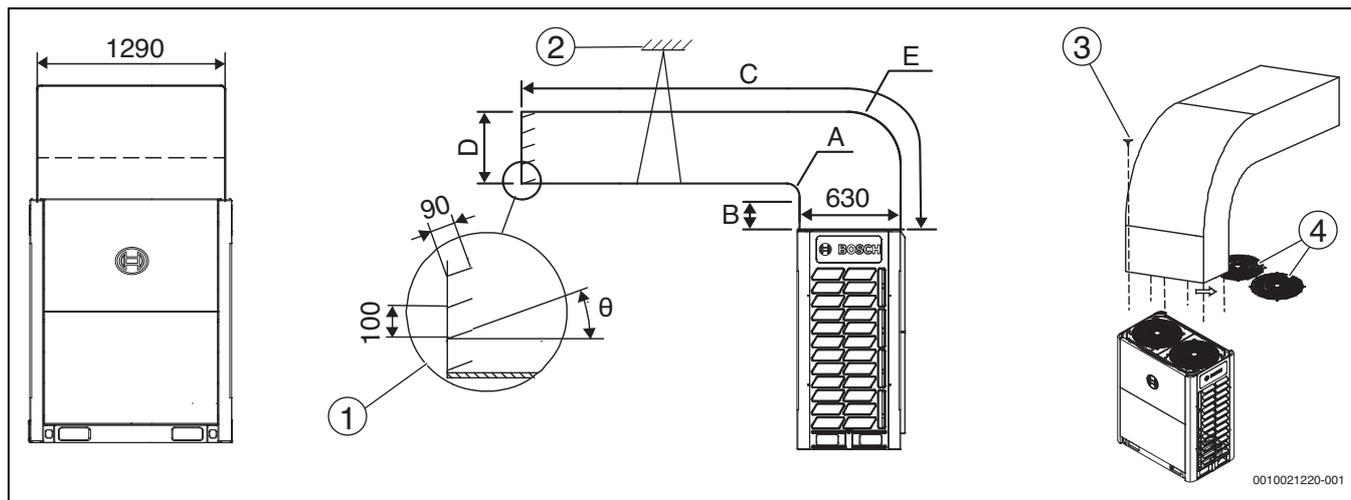

Рис. 75 Опция А: Поперечный воздуховод (ед. мм)
**Обозначения на рис. 75 и 76:**
Таб. 43 Размеры на рис. 75
Таб. 44 Внешнее статическое давление на рис. 75 и 76